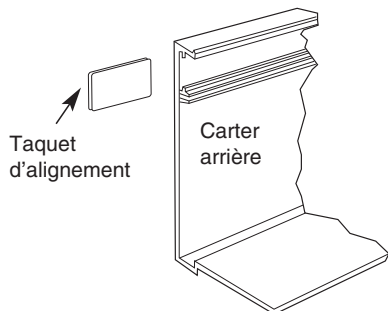

Fig. 6
- Montez le radiateur sur la cloison en utilisant des vis, des boulons ou des ancrages (fournis par l'installateur) en fonction du type de structure murale. Des taquets d'alignement peuvent être insérés dans les carters arrière jointifs pour assurer leur alignement régulier. Voyez la Figure 6 pour les détails.